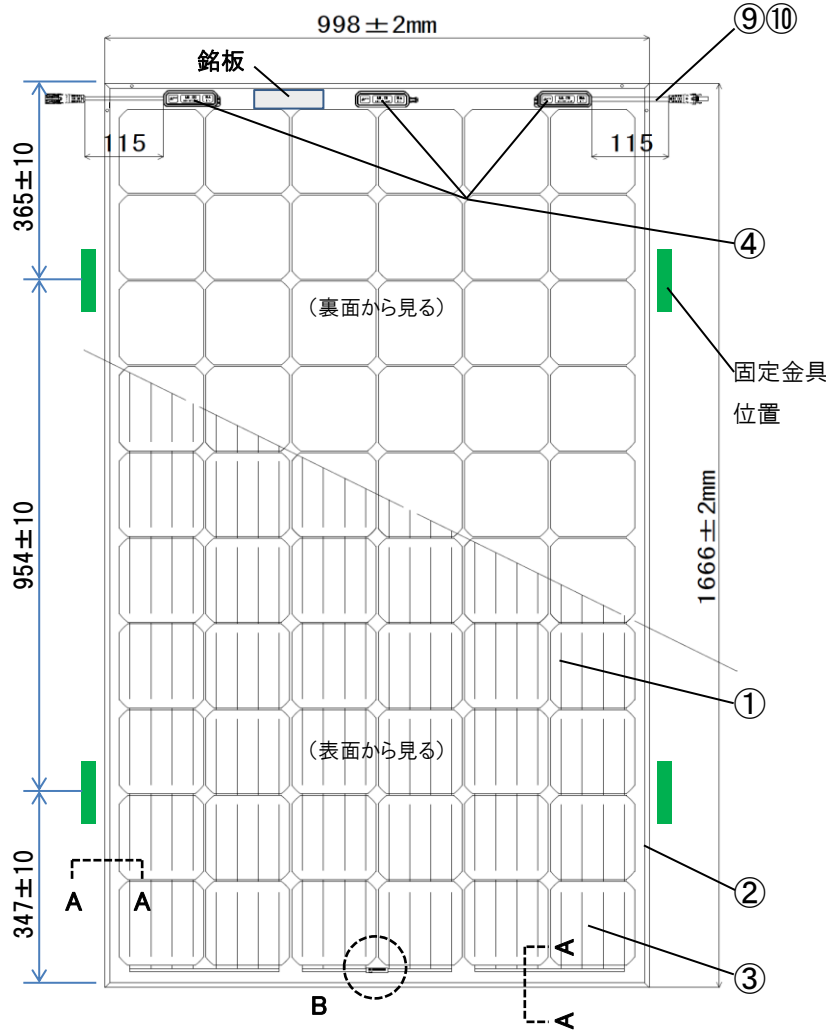

図1. モジュール外観図
モジュールの寸法はPage5(図1、図2)のモジュール図面に示す。
Page6(図5)の銘板印刷仕様図に示す銘板をモジュールの裏面Page5(図1)に表示する。
ラベル仕様はPage5(図3)、添付場所はPage5(図1)に示す。
- (1) 設置に関しては、インストール&ユーザーズマニュアル日本語版 Rev2.02 の記載内容を確認すること。但し、同マニュアルは、本モジュールに対し以下の相違点がある。これらの相違点と本紙の参照先を Page11(表8巻末)に示す。
- (2) モジュール納品後は開梱時に外観の確認を行うこと。もし外観に問題があった場合は、異常の特定、原因の特定ができるように、発見時の状況がわかるような記録を残し、該当モジュールおよび入っていた梱包箱を保管し、弊社または販売店まで連絡すること。
- (3) モジュールは感電の危険があるので、保護具を着用の上、取り扱いには十分に注意すること。濡れた手で取り扱わないこと。
- (4) モジュールは重いので注意して取り扱う。
- (5) モジュールの取り扱い時やアレイ・モジュールの下での作業時は、架台やヘルメット・工具などでモジュールの表裏面に傷付けないように注意すること。
- (6) 取り付けは、モジュール長辺側のアルミフレームの各2点(計4箇所)をモジュール固定金具を使用し架台に固定すること。
- (7) モジュール固定金具は、Page5(図1)に示す範囲で固定すること。
- (8) 固定金具の形状、また、固定金具の締め込みすぎにより、モジュールのアルミフレームが変形しガラスが割れることがある。アルミフレームを変形させない固定金具の形状を選定し、また、固定金具の締め込みすぎに注意すること。
- (9) アースは、固定金具と共締めできるアースプレートを使用すること。
- (10) モジュールは、恒久的に加わる荷重、風圧力による荷重、積雪による荷重、地震力を考慮した適切な架台に載せること。
- (11) モジュールに荷重がかかった場合、アルミフレームが撓む場合がある。その時、モジュール固定金具が外れないようにすること。モジュール固定金具が外れることを防止する為に、このモジュールを固定する部分のアルミフレームと固定金具とその土台となる架台部分は、荷重がかかっても位置関係が変化しない構造とすること。
- (12) 設置作業の際は、モジュールが捻れないように取扱いすること。また、ケーブルをアルミフレームなどに挟まないように注意すること。ケーブルを傷付けられないこと。
- (13) ケーブルやコネクタを持ってモジュールを持ち上げたり、運搬しないこと。ケーブルの断線やモジュールの破損・落下の可能性があり危険であるため、アルミフレームを持つこと。
- (14) ガラスやセルなどが破損する可能性がある。また、モジュール表面や足の裏などが濡れていると滑る可能性があり危険であるのでモジュールの上に乗らないこと。
- (15) コネクタは、内部が乾燥し、きれいな状態でつなぐこと。
- (16) モジュールを架台等へ設置後、コネクタの結線作業を直ぐに実施しない場合は、コネクタにカバーを付けて保護する、または各モジュールの+コネクタおよび-コネクタを接続するなど、コネクタ内部が